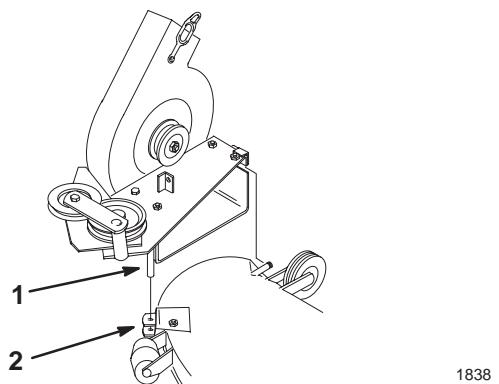

Figure 16
- Introduisez l'axe de pivot du souffleur dans le support de pivot du plateau de coupe (Fig. 16).